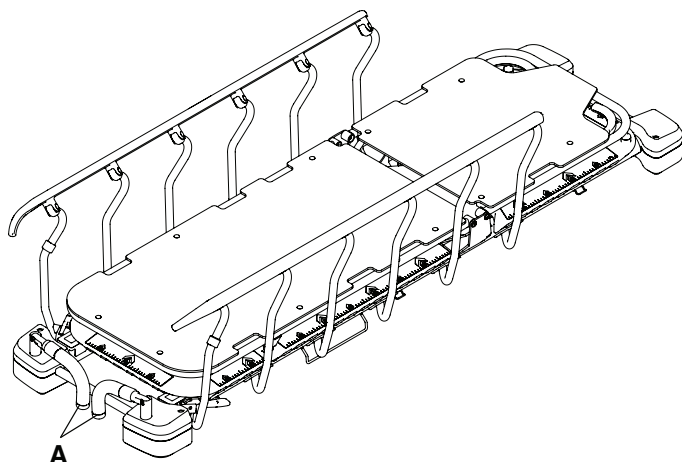

Figura 10 – Armazenamento das pegas de empurrar da extremidade do lado dos pés
4. Inverta a ordem dos passos para guardar as pegas de empurrar da extremidade do lado dos pés (A) (Figura 10).